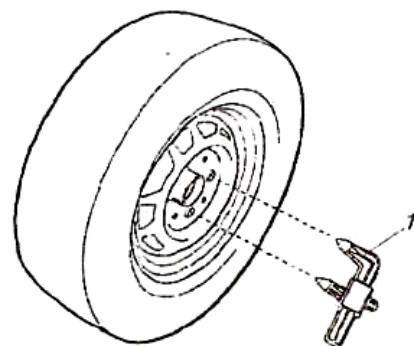

Рис. 5.
- Установить резьбовые пальцы по предварительно измеренному диаметру отверстий колеса (рис. 5).
При помощи измерителя 1 (см. рис. 5) измерить расстояние между отверстиями колеса и расположить кулачки 6 на таком же расстоянии (для этого измеритель необходимо расположить в центре пальцев).